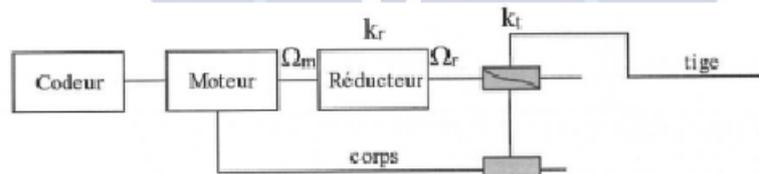

Figure 22 - Schéma de principe du schéma électrique
**Question 30** En vous aidant de la figure 22, déterminer la résolution (nombre d'impulsions par tour) du codeur nécessaire pour obtenir une mesure du déplacement de la tige du vérin avec une précision minimale de 1 mm.